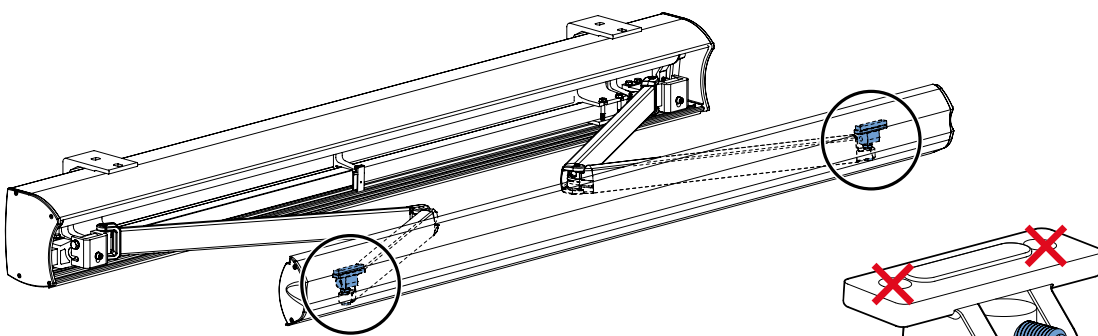

Abb. 7.2 Lage der Armverbindungen
2. Am Ende der Gelenkarme (an der Seite der Vorderleiste) befinden sich die Armverbindungen. Siehe Abbildung 7.2.